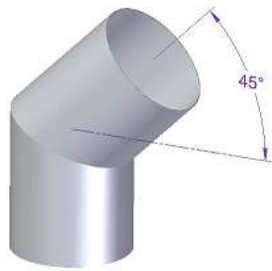

Fig.29 – Inclinação **correcta** para as curvas
- * Nas condições nominais de operação, a tiragem dos gases de combustão deve originar uma depressão de 12 Pa um metro acima do gargalo da chaminé. Para conseguir uma boa instalação deverão ser aplicados, verticalmente, pelo menos 2 metros de tubo metálico de chaminé com o mesmo diâmetro da saída de fumos da salamandra. No seguimento desse troço é admissível a utilização de elementos de tubagem com a inclinação máxima de 45°. As Fig. 29 e 30 mostram a inclinação correcta e incorrecta no caso de necessitar instalar uma curva, respectivamente.